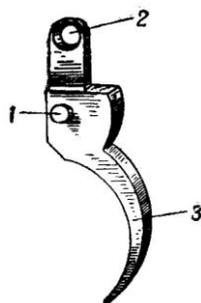

Рис. 35. Спусковой крючок:
**Спусковой крючок** (рис. 35) служит для спуска курка с боевого взвода и взведения курка при стрельбе самовзводом. Он имеет: цапфы, которые помещаются в цапфенные гнезда рамки; отверстие для соединения со спусковой тягой и хвост.